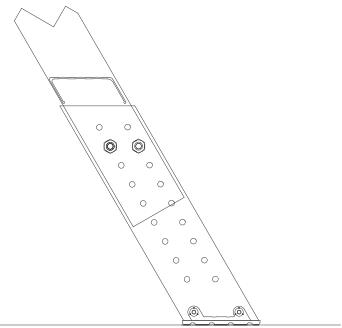

FIGURA 14
E. Deslice el tacón de aluminio sobre el riel como se muestra en la Figura 14. Posicíonelo de modo que el tacón plástico esté en contacto con el suelo. Alinee el más cercano conjunto de agujeros con los agujeros perforados en el riel. Sujételo usando (2) tornillos de $\frac{1}{4}$ " y tuercas dentadas por cada lado (incluidas).